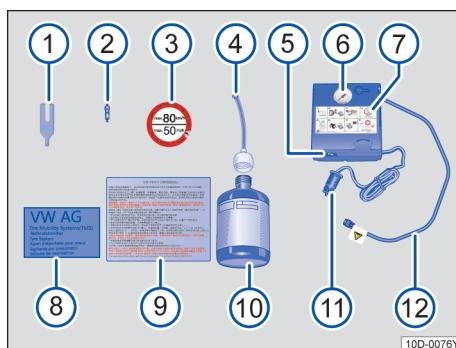

图 144 示意图：轮胎紧急套件的组件
△ 轮胎紧急套件位于行李厢中的地板垫下。它由以下组建构成→ 图 144： ◀
- ✓ 将轮胎紧急套件中的贴纸 → 图 144③ 黏贴到仪表板上驾驶的视野范围内。
- 用气门芯扳手 → 图 144① 将气门芯从轮胎气门中旋出，然后放置到干净的垫子上。
- 将补胎胶瓶 → 图 144⑩ 用力来回摇晃几下。
- 将充气软管 → 图 144④ 顺时针方向牢固拧到补胎胶瓶上。封盖上的薄膜自动刺穿。
- 除去充气软管 → 图 144④ 的封盖，将开放端完全插到轮胎气门上。
- 将气门芯用气门芯扳手 → 图 144① 重新旋入轮胎气门中。
- 将空气压缩机的轮胎充气软管 → 图 144⑫ 牢固拧到轮胎气门上。
- 将电缆插头 → 图 144⑪ 插入 12V 电源插座中 → 第 123 页。
- 打开空气压缩机 → 图 144⑤。
重新连接轮胎充气软管→图 144⑫，然后在胎压表 ⑦ 上读取胎压。